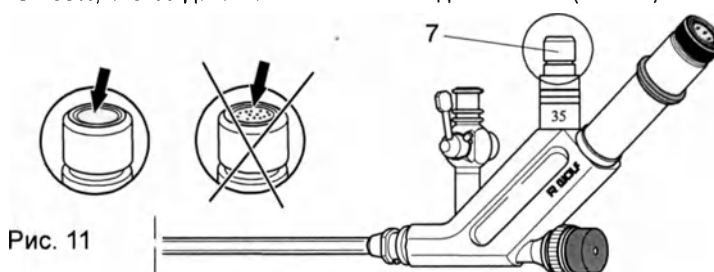

Рис. 11
- ◆ Поломанные волокна видны на соединительном элементе холодного света (7) в виде черных точек. Если доля поломанных волокон достигает ок. 30%, светоотдача более не является достаточной (Рис. 11).